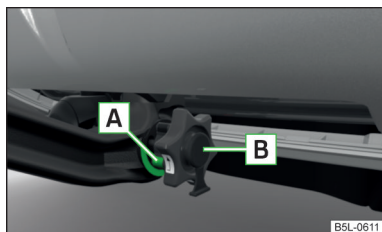

Fig. 131
- ✓ La marca verde **A** » fig. 131 del volante se encuentra en el campo verde de la barra de cabeza esférica.